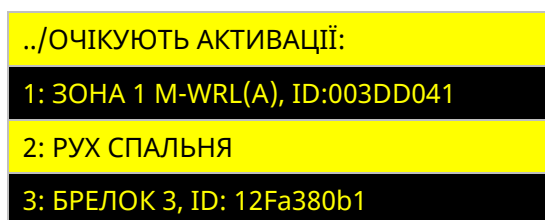

Рисунок 4.22 – Вікно відображення елементів, які очікують активації
В пункті «ПРИПИСАНО» розділу «БЕЗДРОТОВІ ПРИСТРОЇ» відображається список приписаних зон модуля M-WRL(A) з бездротові датчики, а також брелоки, до яких приписані SpaceControl (Рис. 4.22).